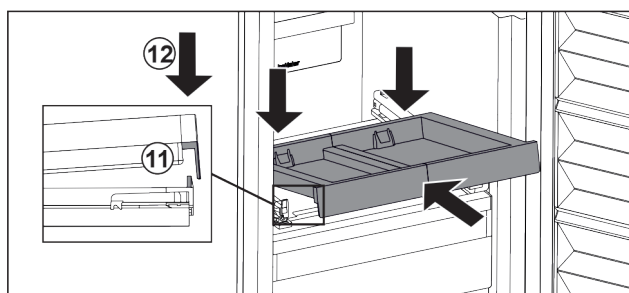

Fig. 22
- ▶ Šikmo zasuňte. Dbejte, aby byl na obou stranách doraz za západkou. Fig. 22 (11)
- ▶ Usadte vpředu vysouvací přihrádku. Fig. 22 (12)